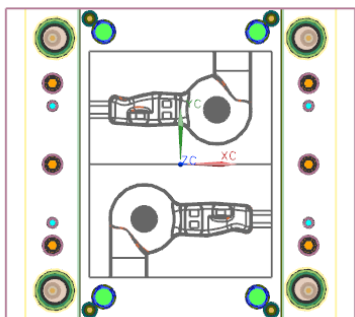

图 10-42 模架俯视图
(4) 图 10-42 是模架的俯视图, 可以检查模架规格的大小。